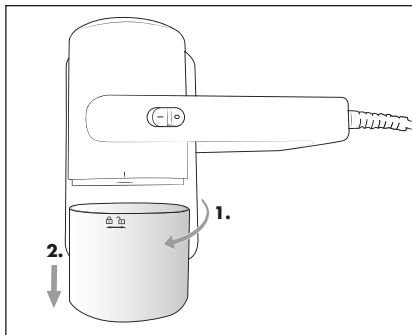

Bild 4
- 1) Vrid dammbehållaren **4** motsols tills markeringen på produkten står ovanför symbolen  (öppen) för att lossa den från produkten (bild 4).